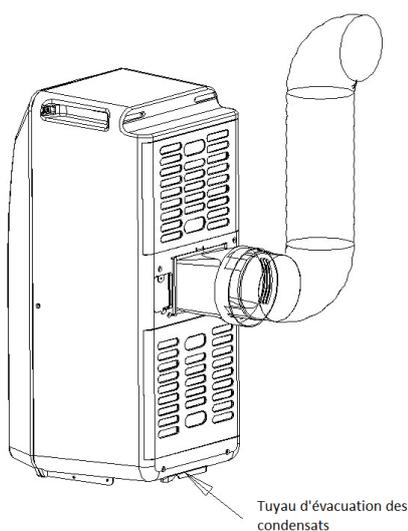

Fig.6
- Insérer le connecteur carré dans les encoches à l'arrière du climatiseur (voir Fig.6).